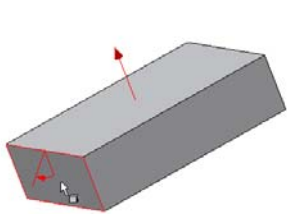

图 3-46 拔模方向预览
(2) 在右侧的【拔模斜度】选项中输入要进行拔模的斜度,可是正值或负值。
(3) 选择要进行拔模的平面,可选择一个或多个拔模面,注意拔模的平面不能与拔模方向垂直。当鼠标位于某个符合要求的平面时,会出现效果的预览,如图 3-46 所示。